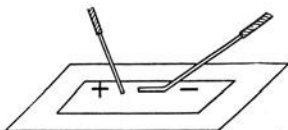

Fig. 157.
g) Setze in einem Prüfglas zu  $15\text{ cm}^3$  einer Lösung von Kochsalz oder Natriumsulfat in Wasser einige Tropfen einer Lösung von Phenolphthalein in Alkohol. Tauche einen Streifen Filterpapier in das Gemisch und lege ihn auf eine Glasscheibe. Biege das Ende des Kupferdrahts, der mit dem negativen Pol des Sammlers verbunden ist, ein wenig um und setze beide Elektrodenenden nahe beieinander, ohne daß sie sich jedoch berühren, auf das Papier und ziehe sie dann auseinander (Fig. 157). Welche Ionen hat das Natriumsalz? Wie wirkt der Strom auf das Natriumsalz ein? Nach welcher Elektrode wandert das Natriumion? Wie wirkt das ausgeschiedene Natrium auf das Wasser ein? Wie wirkt Natronlauge auf Phenolphthalein ein? Wende den Strom und prüfe, welcher Draht mit dem negativen Pol der Batterie verbunden ist. Öffne den Strom, wirf das Papier in den Abfalleimer und wasche die Glasplatte ab.